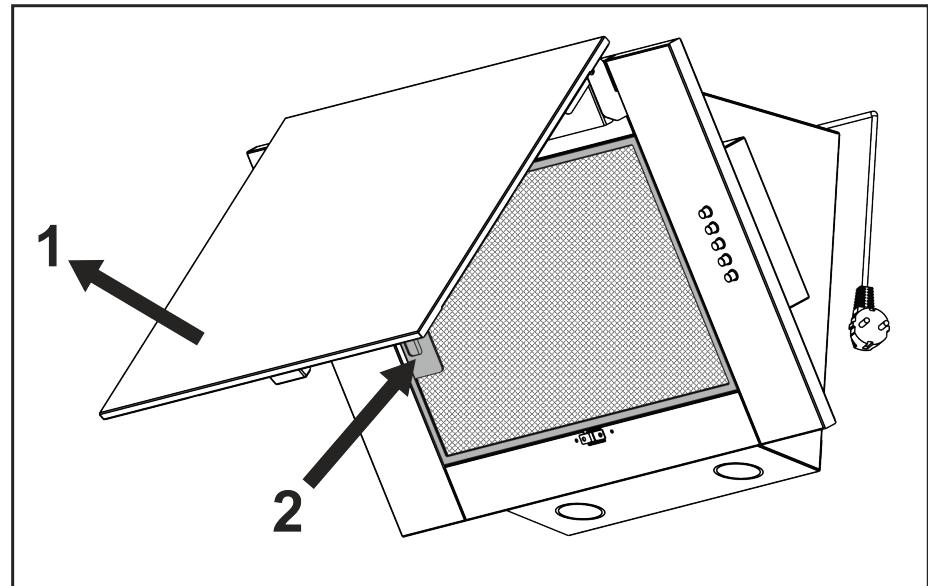

Рис.6
8.7 Для снятия алюминиевого фильтра (**рис.6**) следует открыть **декоративное стекло 1**, нажать на **пружинную защелку 2**, и потянув на себя снять фильтр с панели. Установка фильтра выполнить в обратном порядке.